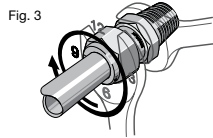

Fig. 3
3. Mientras sujeta firmemente el cuerpo del racor, apriete la tuerca una vuelta y cuarto hasta la posición de las 9 en punto. *Fig. 3*